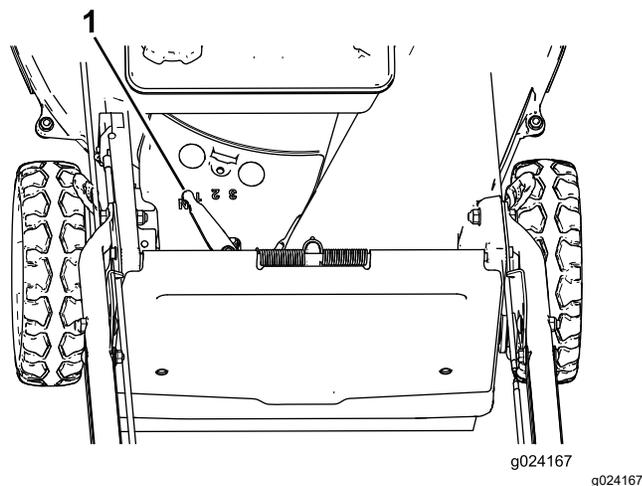

Рисунок 17
У машины есть 3 скорости хода: 1 (медленная), 2 (средняя) и 3 (быстрая), а также положение «Нейтраль» (N). Рычаг самоходного привода расположен ниже топливного бака и позади него (Рисунок 17).